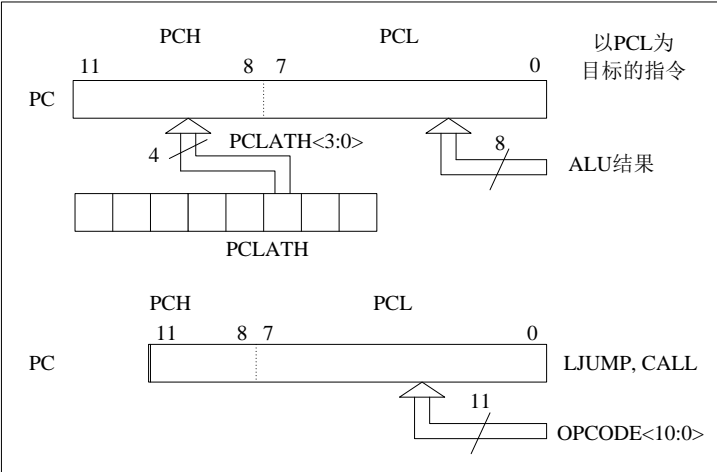

图 2-3：在不同情况下装载 PC
程序计数器 (PC) 为 12 位宽。其低 8 位来自可读写的 PCL 寄存器, 高 4 位 (PC<11:8>) 来自 PCLATH, 不能直接读写。只要发生复位, PC 就将被清零。图 2-3 显示了装载 PC 值的两种情形。图 2-3 中上方的例子说明在写 PCL (PCLATH<3:0>→PCH) 时是如何装载 PC 的。